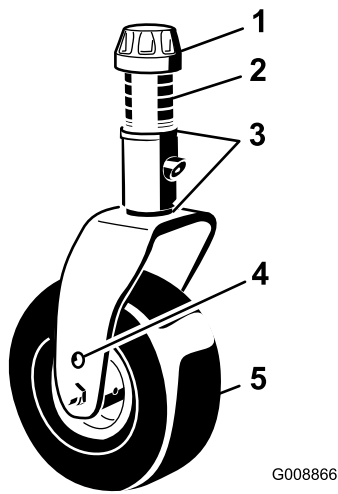

Bild 28
3. Stellen Sie die Beilagscheiben (3 mm) an den vorderen Laufradgabeln auf die entsprechende Schnitthöhe auf dem Aufkleber ein (Bild 28), siehe Einstellen der Mähwerkneigung \(Seite 71\).